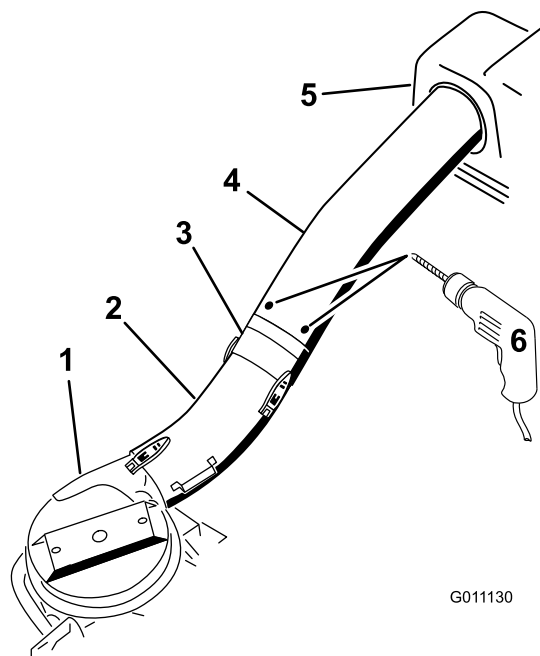

Figura 27
11. Usando los tres taladros o muescas del tubo superior como guía, realice tres taladros (7/32 de pulgada de diámetro) en el punto de unión de los tubos superior e intermedio (Figura 27).